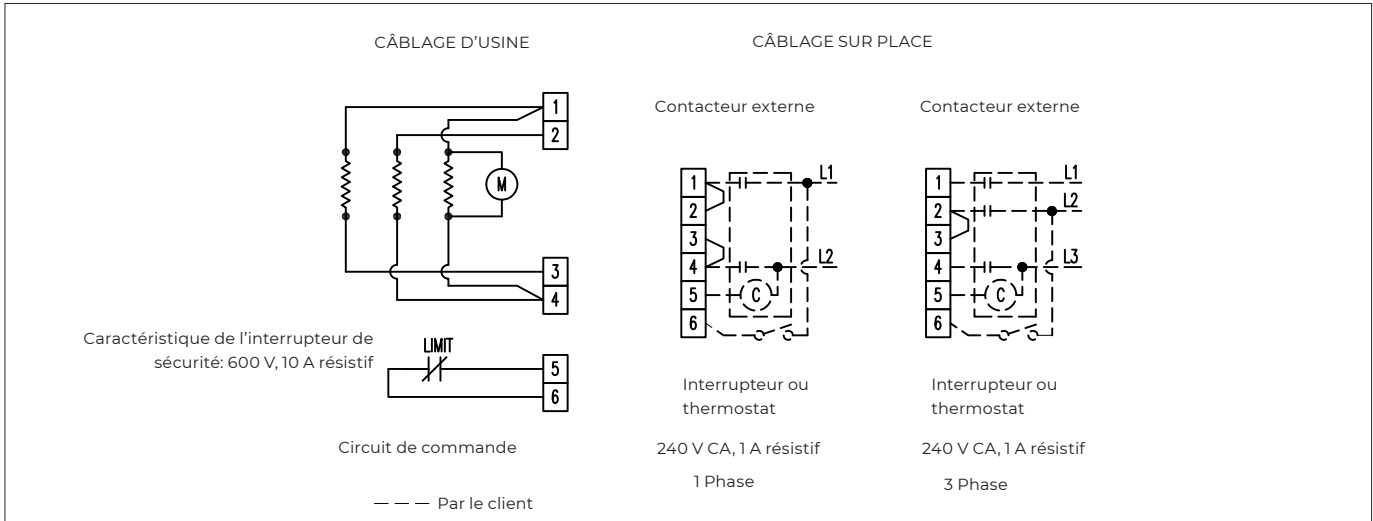

Figure 3E – Schéma de raccordement des appareils de la série GE de 15 à 30 kW avec options de limite élevée. Modèles 208 à 600 V.
5. L'interrupteur de fin de course des modèles sans contacteur intégré doit être câblé dans le circuit de commande d'un contacteur externe et, pour l'alimentation triphasée, ce circuit de commande doit être raccordé à L2 et L3 qui alimentent l'élément chauffant central. Se reporter aux Figures 3E, aux pages 23. L'interrupteur de fin de course a une tension nominale de 600 volts, 10 ampères résistifs.